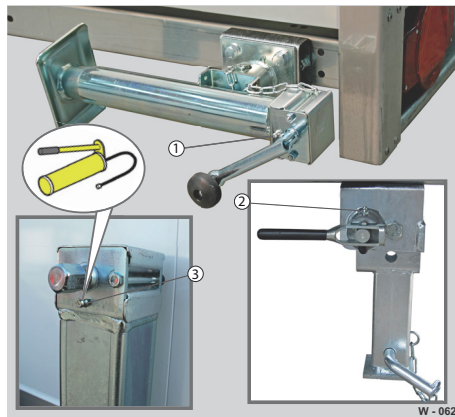

Abb. 58 Stützen: Schmierstellen
- ▶ Stützen mittels Fettpresse am Schmiernippel (Abb. 58/1,2,3) schmieren.